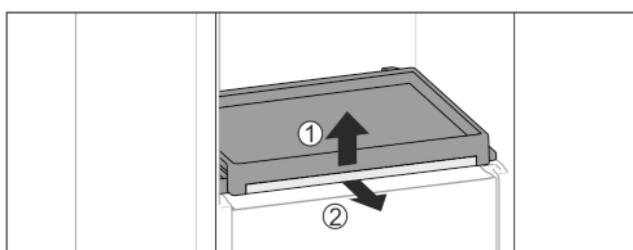

Fig. 36
- Выньте выдвижную панель со стеклянной панелью: Слегка приподнимите спереди стеклянную полку Fig. 36 (1) и потяните вперед Fig. 36 (2).